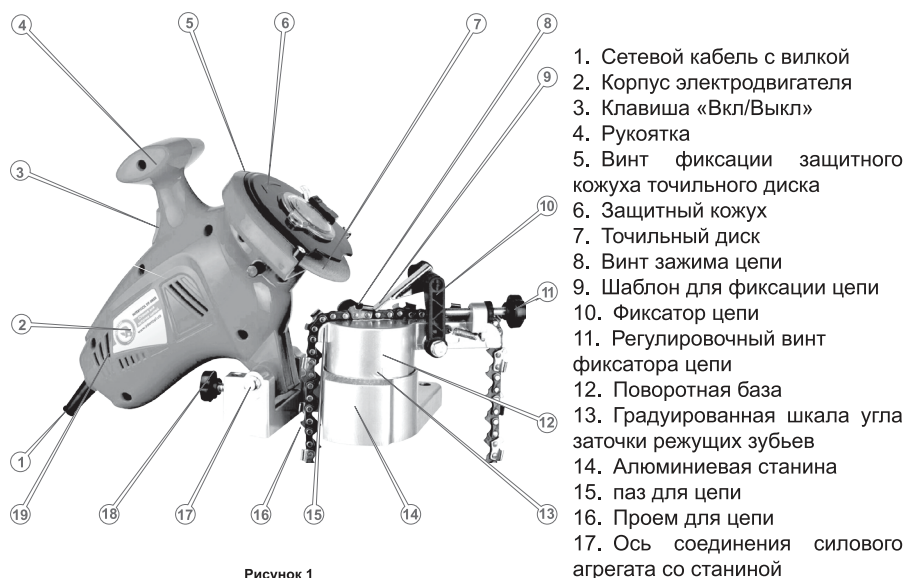
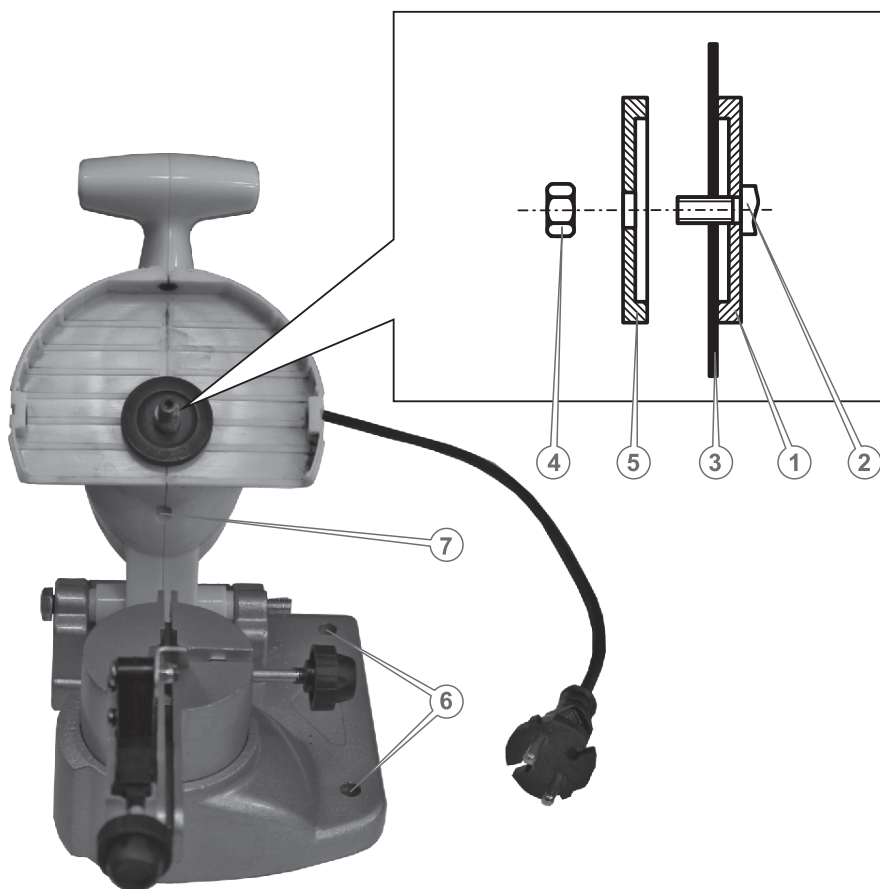

Рисунок 1
Рисунок 3
Установите изделие на жесткую ровную горизонтальную поверхность рабочего стола (верстака) таким образом, чтобы проем для цепи (16) (см. рис. 1) полностью выступал за пределы рабочего стола (верстака) и при этом было обеспечено максимальное удобство в работе. Надежно закрепите станину станка на рабочем столе (верстаке) болтами (в комплект поставки изделия не входят), используя монтажные отверстия (6) (см. рис. 3).
1. Послабьте (открутите на 4 оборота) винт фиксации защитного кожуха (5) (см. рис. 1) точильного диска
2. Снимите защитный кожух (6) (см. рис.1).
3. Наденьте на шпиндель (2) вала редуктора шайбу (1) (см. рис. 3).
4. Наденьте на шпиндель точильный диск (3) (см. рис. 3).
5. Наденьте на вал шайбу (5) (см. рис. 3).
6. Вставьте штифт (6) (см. рис. 2) в отверстие (7) (см. рис. 3) чтобы
7. Закрепите точильный диск – надежно закрутите ключом прижимную гайку (4) (см. рис. 3) с размером «под ключ» S = 13 мм.